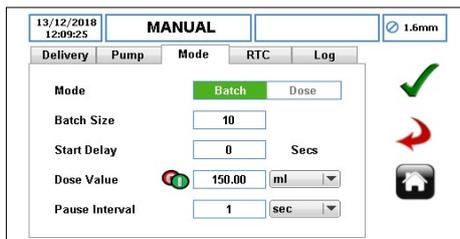

Figure 56 Valeur de dose sélectionnée
- Lorsque vous appuyez sur « ✓ », le volume de la dose s'affiche dans la case correspondant à la valeur de dose, comme indiqué à la *figure 56*.